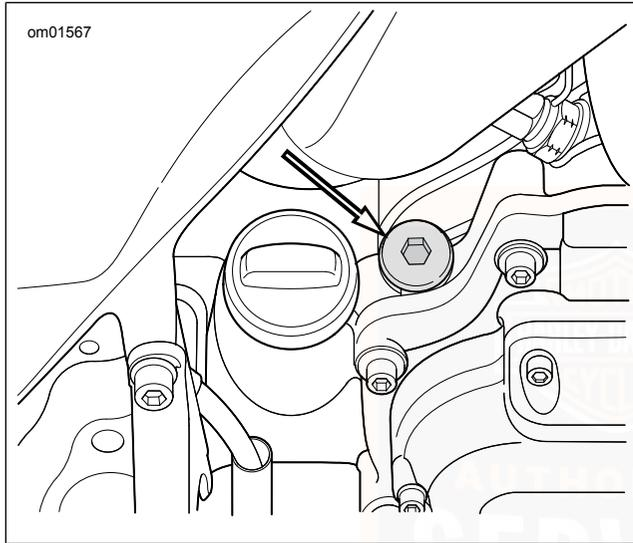

Abbildung 64. Lage des Getriebefüllverschlusses/Ölmesstabs
2. Siehe Abbildung 64. Den Getriebeeinfüllverschlussstopfen/Ölmesstab entfernen. Den Ölmesstab sauber wischen.
1. Siehe Abbildung 64. Den Getriebeeinflussverschlussstopfen/Ölmessstab entfernen.